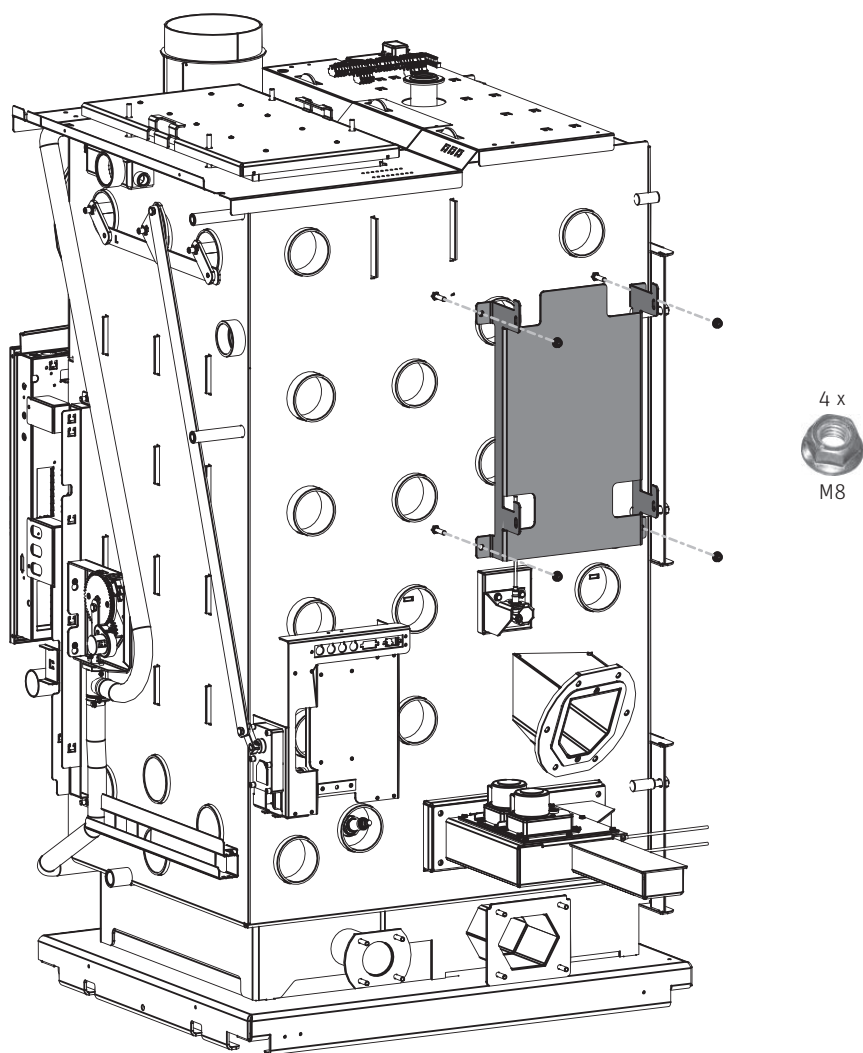

Fig. 23 Avvitare saldamente la consolle di sostegno
- Avvitare saldamente la consolle di sostegno alla caldaia SOPRA l'isolamento con 4 dadi flangiati M8 – Fig. 23.